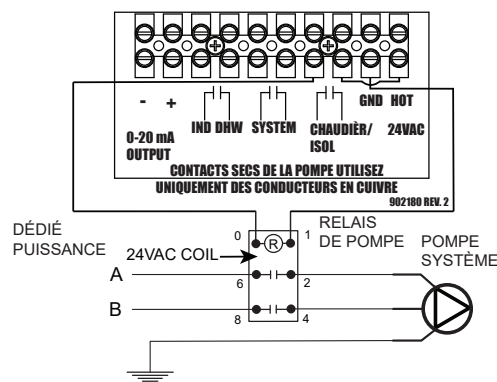
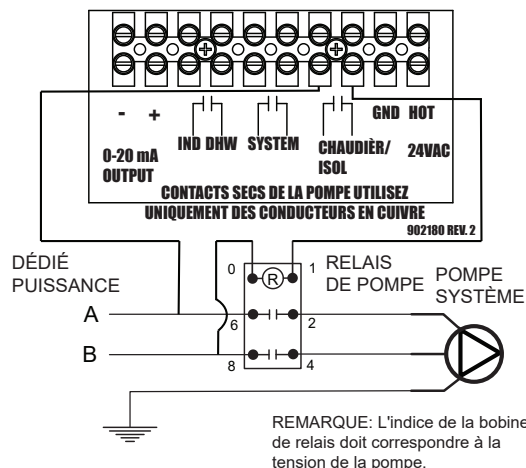

Figure 37. Schéma de câblage de la pompe de chaudière (relais de bobine 24VAC)
Figure 38. Schéma de câblage de la chaudière (l'indice de bobine de relais doit correspondre à la tension nominale de la pompe)
Si requis, raccordez le câblage de communication entre la pompe de la chaudière et le bornier de la boîte de jonction de la chaudière. Ces bornes sont des contacts secs pouvant uniquement alimenter des charges inductives (5 A max.). Voir **Figure 37** et **Figure 38** pour les détails.
1. Raccordez le câblage de communication entre la pompe de boucle secondaire et le bornier de la boîte de jonction de la chaudière principale. Ces bornes sont des contacts secs pouvant uniquement alimenter des charges inductives (5 A max.). Voir la **Figure 38** pour plus de détails.